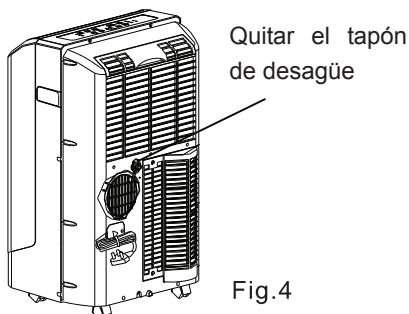

Fig.4
- Quite el tapón de desagüe desde la parte trasera de la máquina, adjunte una sección de la manguera de desagüe (incluida con esta máquina) al agujero. Coloque el extremo abierto de la manguera directamente sobre la área de desagüe en el suelo o en un depósito de agua (ver Fig. 4 y 5).